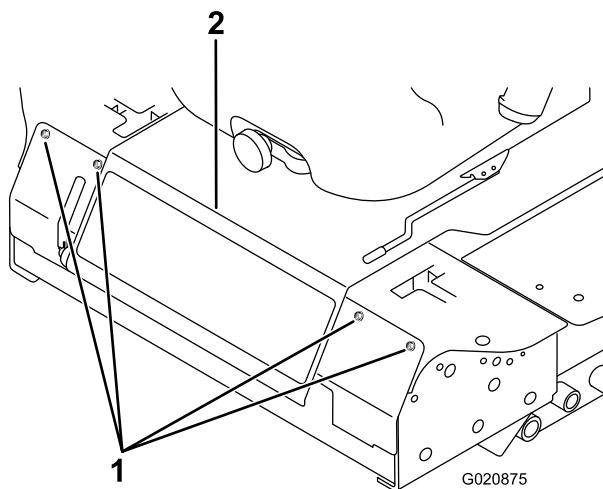

Рисунок 49
- Снимите болты крепления передней панели и снимите переднюю панель (Рисунок 49).